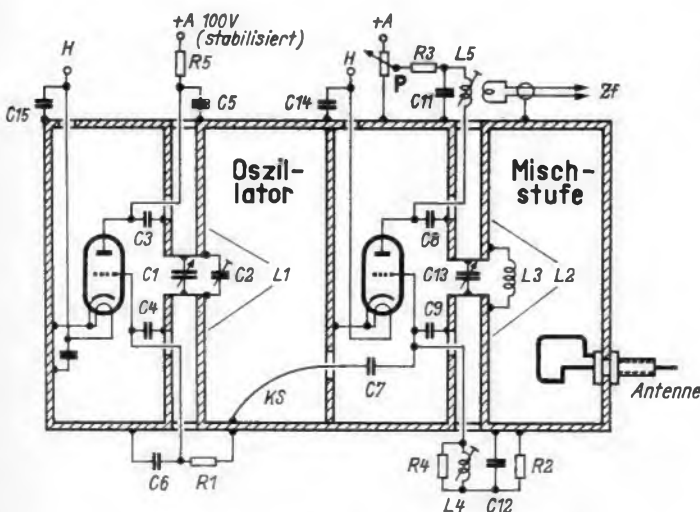
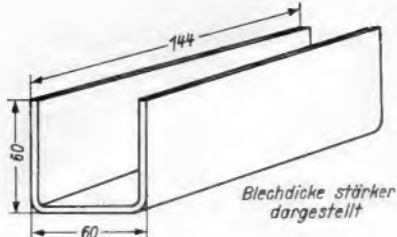
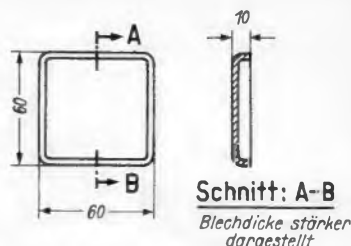

Bild 1. Schaltbild des Topfkreis-Converters
Bild 5. Hauptwand; Werkstoff: Messing- oder Kupferblech, 1...1,5 mm
Bild 6. Stirn- und Mittelwände (zus. 3 Stück), genau in die Hauptwand Bild 5 passend, aus gleichem Werkstoff
Stückliste zu Bild 1
**Der Doppeltopf.** Zunächst stellt man ein U-förmiges Teil nach Bild 5 her. Dann werden Stirnwände und Mittelwand nach Bild 6 aus dem gleichen Material gefertigt. Die Mittelwand erhält ein Loch von 15 bis 20 mm  $\phi$  für die Koppelschleife KS (vgl. Bild 1). An der Stirnwand der Mischstufe wird seitlich in Höhe des Stempels eine Telefonbuchse eingelassen, die einen Hebel zum Drehen besitzt. An die Telefonbuchse ist innen die Antennenkoppelschleife angelötet. Ihr anderes Ende führt isoliert durch die Buchse nach außen.
Die Deckel werden ebenfalls nach Bild 6 ausgeführt, und zwar werden zwei Deckelhälften hergestellt, die sich von außen überstülpen lassen und in der Mitte der Töpfe stumpf aneinander stoßen. Ein durchgehender Deckel ist unzweckmäßig, weil oft ein Topf geschlossen sein muß, während an dem anderen noch experimentiert wird. Die Deckel erhalten Löcher an den Stellen, wo die Röhren nach außen ragen. Nach der endgültigen Fertigstellung werden die Löcher durch kleine Abschirmkappen verschlossen. Sämtliche Einzelstücke werden gut miteinander verschraubt.